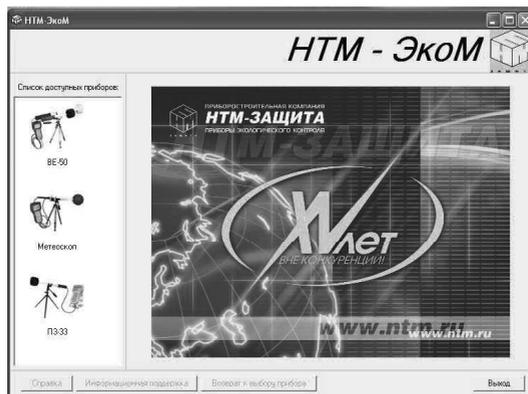

Рисунок 5. Заставка программы «НТМ-ЭкоМ»
- 7.2.1. Приложение запускается стандартной в среде Windows процедурой - необходимо щелкнуть два раза левой кнопкой мышки на иконке «НТМ-ЭкоМ», расположенной на рабочем столе. После запуска приложения открывается общая заставка программы (рис.5):